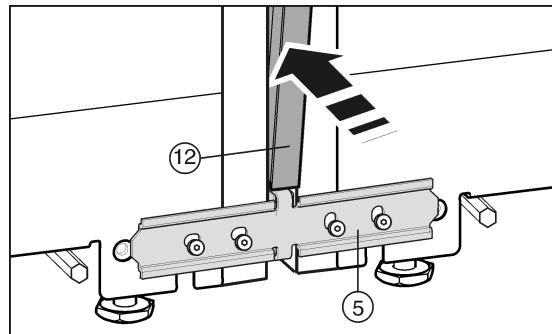

Fig. 27
Antes de colocar la tira tapajunta Fig. 27 (12), presione los dos listones el uno contra el otro en toda su longitud. De esta forma resulta más fácil introducir la regleta en la ranura. Utilice un paño suave para aplicar presión en la regleta; de esta manera evitará la aparición de abolladuras en la superficie de la tira tapajunta. Introduzca la regleta en la ranura con cuidado y manteniéndola recta para lograr una unión óptima.
- En la parte delantera, presione la tira tapajunta Fig. 27 (12) larga hacia el interior de la ranura vertical. Procure que la regleta descance sobre la chapa de unión Fig. 27 (5).